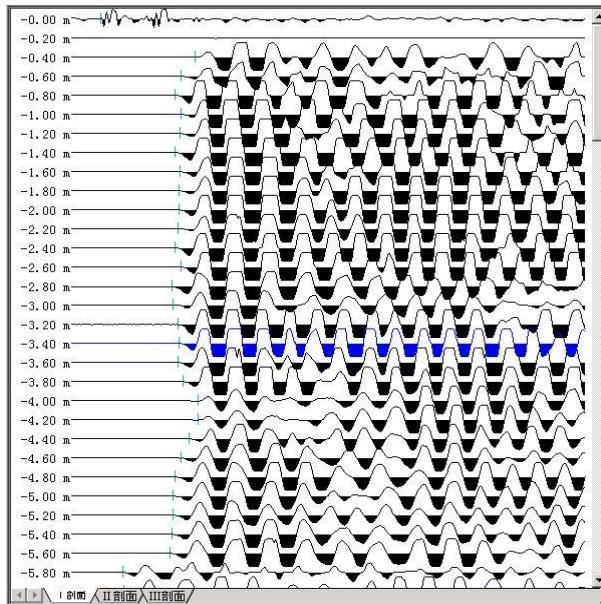

图 4.25 波形列表区
C) 波列窗口。用于显示当前检测面的波列及各个波形对应的深度。当鼠标在波列窗口中滑动时, 经过某一波形时该波形颜色变成蓝色, 且鼠标变成手形, 表示此波形处于可选状态, 此时如果单击鼠标左键, 则该波形颜色变成红色, 表示该波形被选中, 同时该波形显示在单波分析窗口中并可以对该波形进行分析, 通过选择窗口下面的标签, 可以在不同的几个检测面之间切换(如图 4.25)。